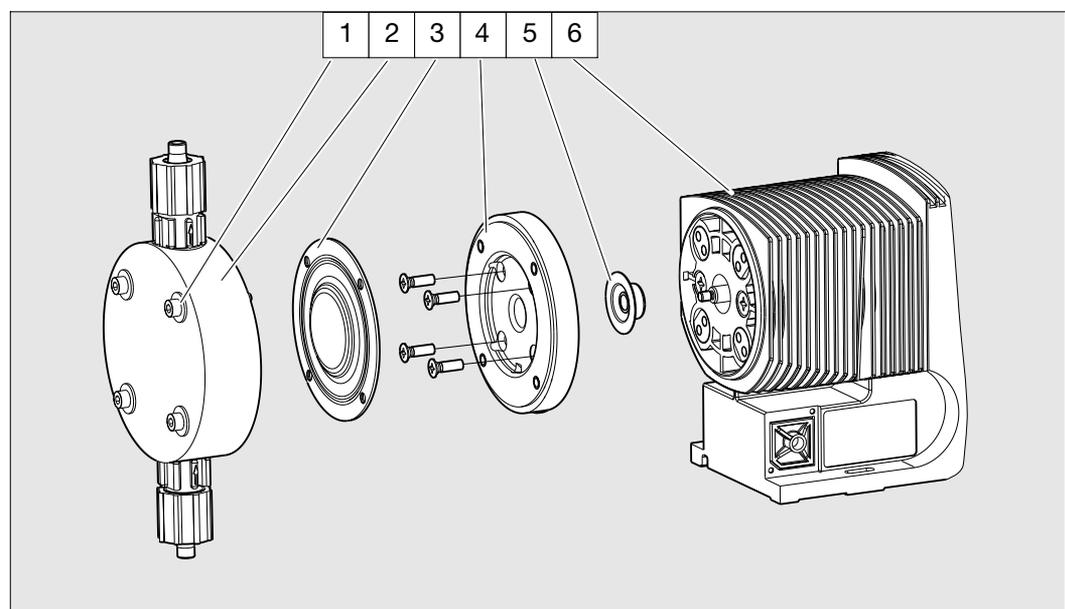

Abb. 30
- ▶ Den Dosierkopf (2) mit den Schrauben (1) von der Pumpe abnehmen (vgl. Abb. 30). Nur Typ 0230: die Schrauben der Kopfscheibe (4) unter der Membran (3) entfernen. Den Dosierkopf (2) mit den Schrauben wieder aufsetzen - die Schrauben (1) sollen noch in den Bohrungen der Membran (3) stecken, aber nicht in der Kopfscheibe!
- ▶ Das Pumpengehäuse (6) mit der einen Hand fassen und die Membran (3) mit der anderen zwischen dem Dosierkopf (2) und der Kopfscheibe (4) einklemmen. Lösen Sie die Membran (3) von der Antriebsachse durch eine leichte, ruckartige Drehung von Dosierkopf (2) und Kopfscheibe (4) gegen den Uhrzeigersinn.
- ▶ Den Dosierkopf (2) mit den Schrauben (1) aus der Membran (3) ziehen und diese ganz von der Antriebsachse abschrauben.
- ▶ Die Kopfscheibe (4) vom Pumpengehäuse (6) abnehmen.
- ▶ Den Zustand der Sicherheitsmembran (5) prüfen und, sie wenn nötig, ersetzen.
- ▶ Die Sicherheitsmembran (5) nur so weit auf die Antriebsachse aufschieben, bis sie plan am Pumpengehäuse (6) aufliegt - nicht weiter!
- ▶ Probeweise die neue Membran (3) bis zum Anschlag auf die Antriebsachse aufschrauben - das muss gelingen, sonst dosiert die Pumpe später nicht exakt!
- ▶ Bei laufender Pumpe die Membran (3) langsam im Uhrzeigersinn drehen, bis die 4 Bohrungen der Membran mit denen des Pumpengehäuses (6) fluchten.
- ▶ Die Membran (3) in dieser Stellung festhalten, die Hublänge auf 0 % stellen und die Pumpe stoppen.